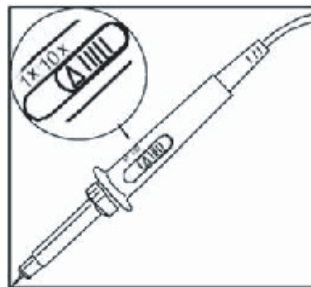

图1-5 探头衰减倍率开关设定
- ①. 将数字存储示波器探头连接到CH1输入端，并将探头上的衰减倍率开关设定为10×（图1-5）。